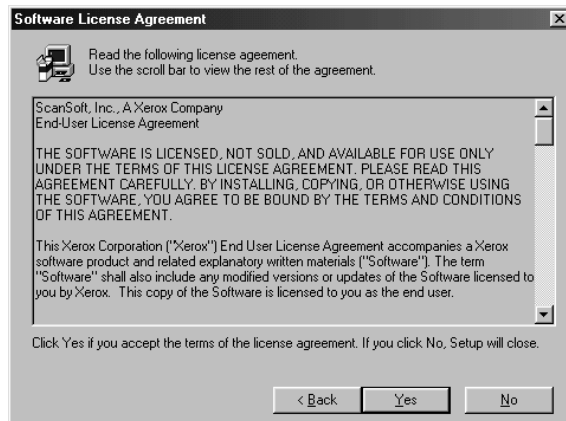

Figura 10: Installazione di TextBridge Classic 2.0
- Fare clic su “Avanti” (Next). Apparirà una schermata come quella della figura 10.